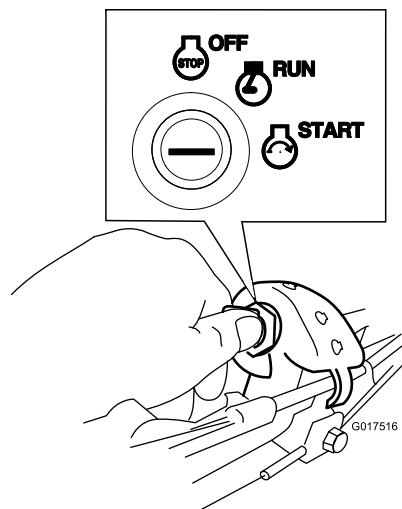

Рисунок 17
- Ключ зажигания** Поверните ключ зажигания в положение Start (Запуск) и удерживайте в этом положении (Рисунок 17); когда двигатель запустится, отпустите ключ.
- Поверните ключ зажигания в положение Run (Работа) Рисунок 17